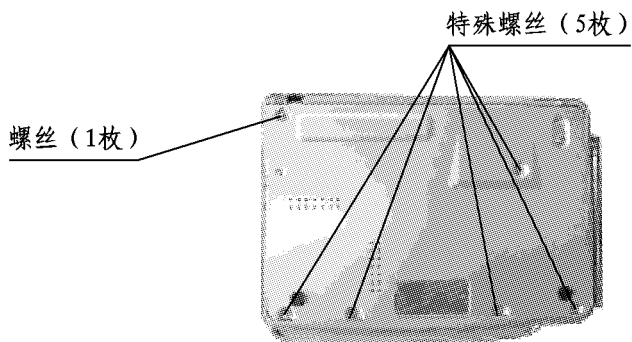

图7-1
(1) M1(主板)/M4(模拟)/M9(电源)/M13(马达驱动)电路板的拆卸方法
a) 拆卸底盖。(特殊螺丝5枚+马达安装螺丝1枚)(图7-1)